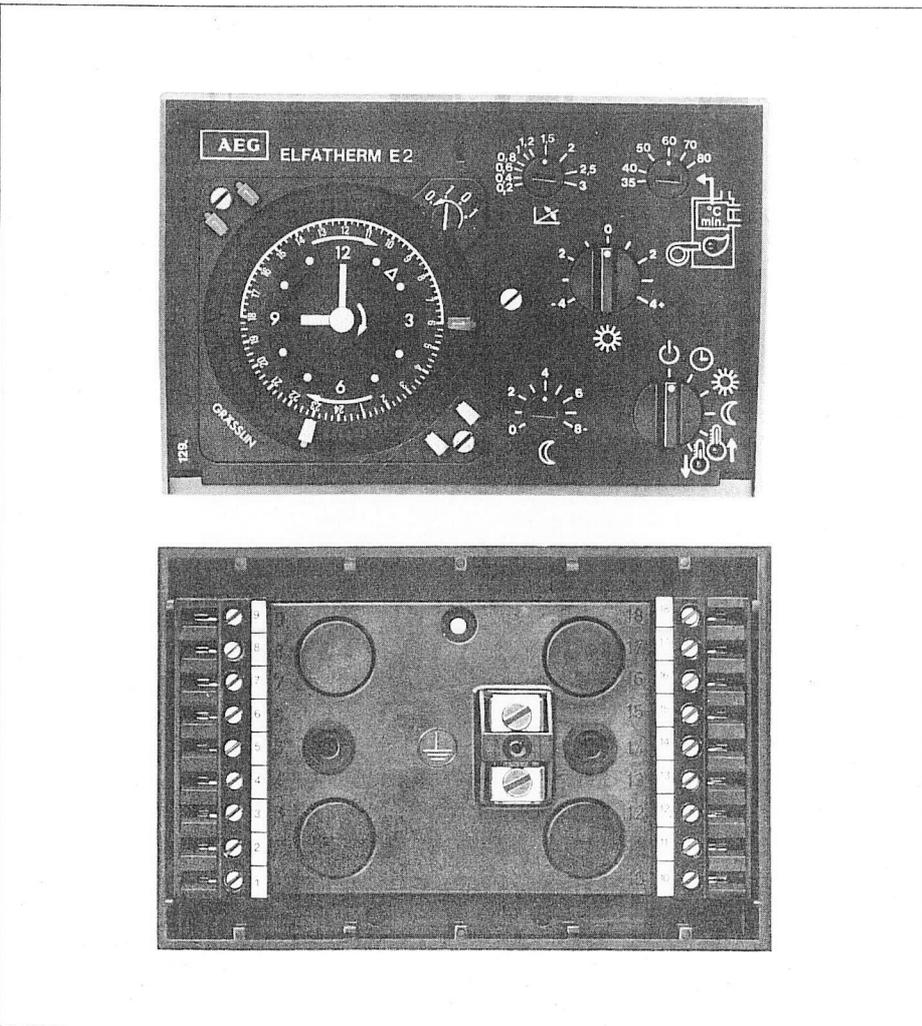

Bild 11 Zentralgerät E2ZBMP(t) mit Grundplatte
3.6 Zentralgerät ELFATHERM E2ZBMP(t) (Bild 11)